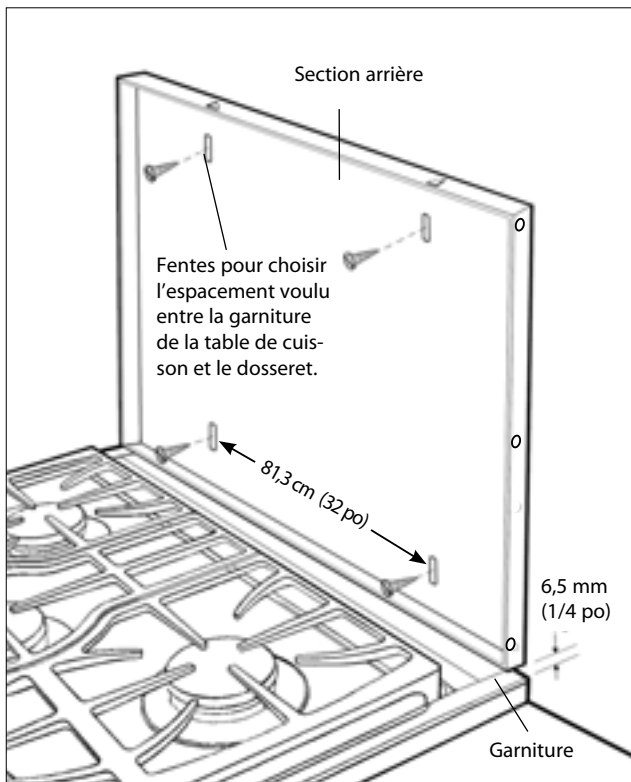

Fig.09
2. Après avoir déballé les pièces du dossier, placez la section arrière en la centrant à 6,5 mm (1/4 po) (voir fig. 09) au-dessus de la garniture fixée à la table de cuisson.* Fixez la section arrière à l'aide des fixations appropriées (non fournies) aux ancrages ou à l'ossature de bois du mur (fig. 09).